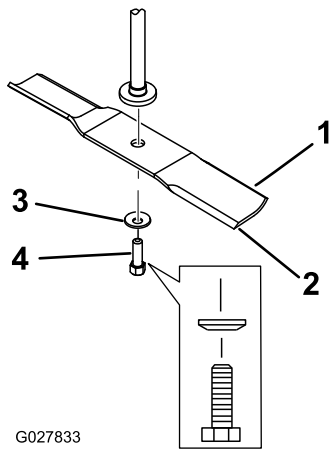

Figure 63
2. Enlevez de l'axe, le boulon, la rondelle bombée et la lame (Figure 63).
1. Placez la lame sur l'axe (Figure 63).
2. Montez la rondelle bombée (face concave vers la lame) et le boulon de lame (Figure 63).